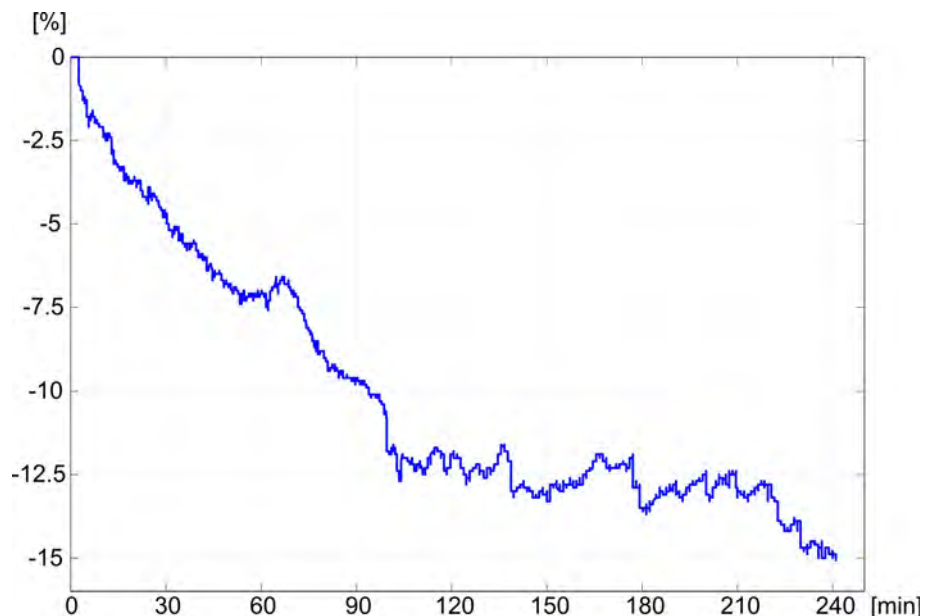

Fig. 11-18 Tendance du volume sanguin relatif (en %) au cours du traitement (temps en minutes)
Le capteur d'hématocrite (facultatif) (voir la section 11.4 Capteur d'hématocrite (capteur HCT) (279)) fournit des valeurs de volume de sang relatif (delta volume de sang en %) dans des intervalles de temps de 10 secondes. bioLogic Fusion utilise ces valeurs pour calculer les pentes des 10 dernières minutes de la tendance RBV (Fig. 11-18 ) afin de suivre le développement de la diminution RBV.